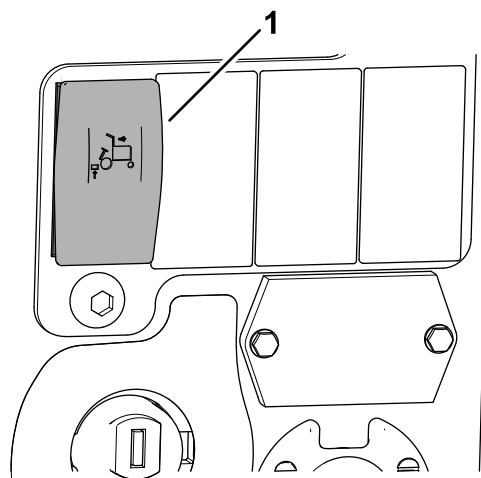

Figure 38
- Placez l'interrupteur de limitation de levée automatique en marche arrière en position ACTIVÉE (Figure 38).
4. Pour désactiver la fonction de limitation de levée automatique en marche arrière, placez l'interrupteur en position DÉSACTIVÉE (Figure 38).